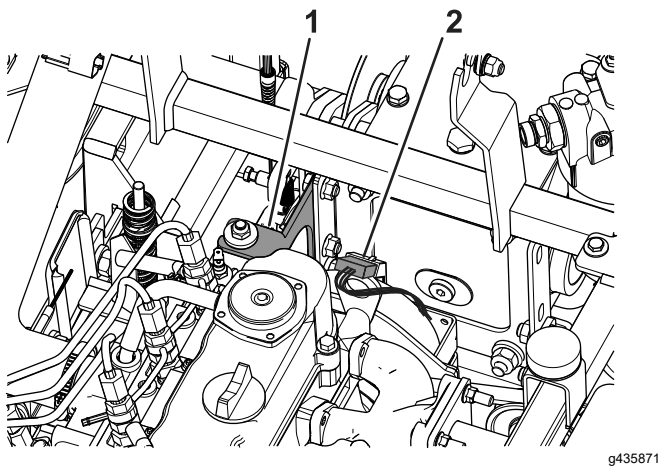

Figure 79
5. Débranchez le connecteur de fil correspondant à l'embrayage (Figure 79).
6. Retirez les 3 boulons et les 3 écrous qui fixent le support d'embrayage au cadre et à l'embrayage (Figure 79).